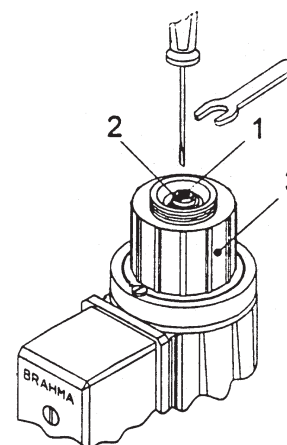

Рис. 4
Для того, чтобы изменить расход газа горелки используйте блок 3 узла замедления, изображённого на рис. 4.
Регулировка выполняется при помощи винта (1), указанного на рис. 4. Вращение винта по часовой стрелке закупоривает пропускное отверстие масла и достигается более длительное время открытия клапана. Вращение против часовой стрелки, напротив, уменьшает время открытия, так как винт освобождает сечение для потока масла.
**Примечание:** винт регулировки (1) уже отрегулирован Заводом-Изготовителем, поэтому его не нужно трогать.
Осуществляется посредством вращения регулятора (2), изображённого на рис. 4. Вращение по часовой стрелке посредством шестигранного ключа (6 мм.) приводит к замедлению быстрого скачка и, наоборот, - к ускорению скачка.